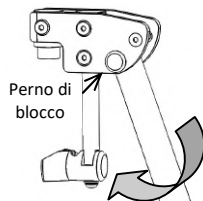

fig. 8.2: Regolazione angolo ginocchio elevabile con perno a molla
- **Versione elevabile con perno a molla (fig. 8.2)**